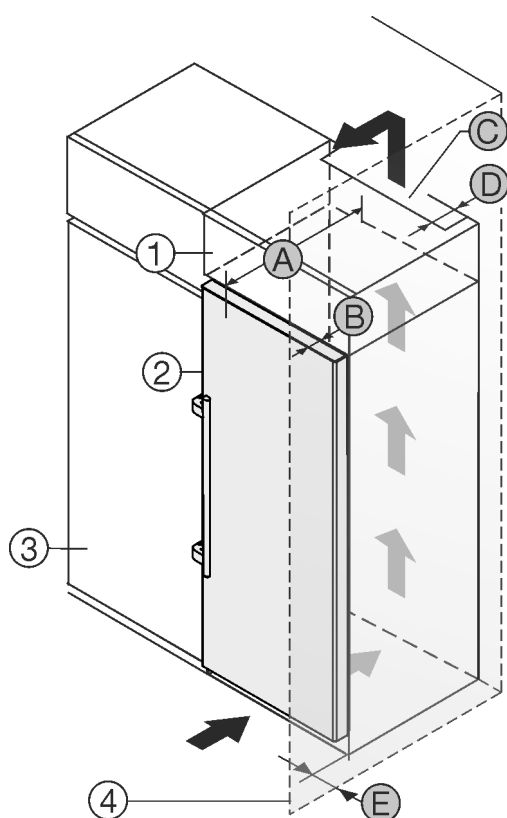

Fig. 2
- (1) Skapmodul*
- (2) Enhet*
- (3) Kjøkkenskap*
- (4) Vegg*
- (A) Enhetsdybde*
- (B) Dør dybde*
- (C) Ventilasjonstverrsnitt*
- (D) Avstand enhetens bakside*
- (E) Avstand på siden av enheten*
Du kan plassere apparatet rett ved siden av kjøkkenskapet Fig. 2 (3).*
På baksiden av skapmodulen over enheten må det installeres en ventilasjonskanal med dybden Fig. 2 (D) over hele skapmodulens bredde.*
Ventilasjonsverrsnittet Fig. 2 (C) under taket i rommet må overholdes.*
Hvis apparatet plasseres med hengslene mot en vegg Fig. 2 (4), må avstanden mellom apparatet og veggen være minst 57 mm. Dette tilsvarer hvor mye håndtaket stikker ut når døren er åpen.*
For at du skal kunne åpne døren helt, må apparatet rage dør dybden Fig. 2 (B) lenger ut enn fronten på kjøkkenskapene. Avhengig av kjøkkenskapenes Fig. 2 (3) dybde og bruk av veggavstandsstykker kan enheten rage enda lengre ut.*